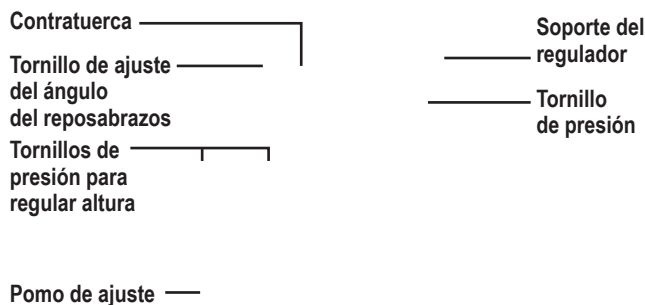

Figura 16. Ajuste del respaldo y del reposabrazos
1. Localice los dos pomos de ajuste en el soporte del reposabrazos. **Ver figura 16.**
1. Levante el reposabrazos de forma que quede perpendicular al suelo. **Ver figura 16.**
1. Afloje los dos tornillos de presión del armazón del reposabrazos. **Ver figura 16.**
2. Afloje el tornillo a presión del soporte del regulador. **Ver figura 16.**